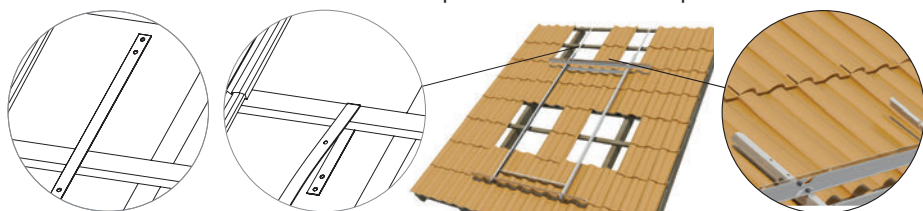

Figura 2.16
- 5 Fissare i tiranti (punto 2) alle travi delle tegole utilizzando una livella (in modo da posizionarle orizzontalmente) e piegarli a mano agganciandoli alle travi delle tegole (Figura 2.16). Perforare e fissare con le viti autofilettanti. Utilizzare una livella per verificarne il corretto posizionamento.